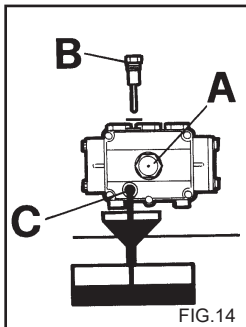

FIG. 14
2) Svitare il tappo con l'asta di controllo livello (fig. 14).